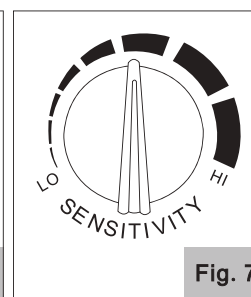

Fig. 7
La sensibilidad puede ser alta (HI) o baja (LO) utilizando la perilla de posiciones infinitas (Fig.7) Como regla de desempeño óptimo se recomienda colocar la perilla en sensibilidad alta (HI) y reducir gradualmente hasta que el filtro reaccione únicamente con la luz del arco y sin activaciones indeseadas por las condiciones de luz del ambiente (luz directa del sol, luz intensa artificial, arcos de equipos soldadores vecinos).